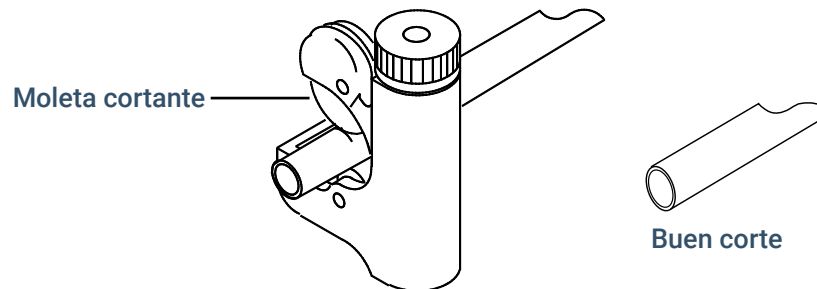
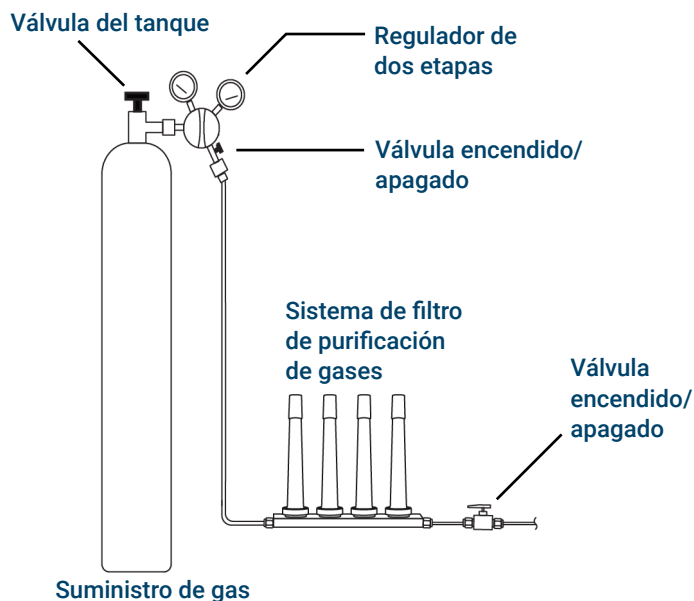

Figura 8. Cortador de tubos típico
Figura 9. Conexión de las fuentes de gas
2. Corte los tubos a la longitud necesaria mediante un cortador de tubos. Consulte la **Figura 8**.
1. Determine dónde instalará las trampas en su línea de tubería de suministro. **Figura 9** En la Figura 8 se muestra el orden de trampas recomendado para el gas portador y las ubicaciones recomendadas para las válvulas de encendido y apagado. Consulte también la *Guía para la preparación de las instalaciones*.